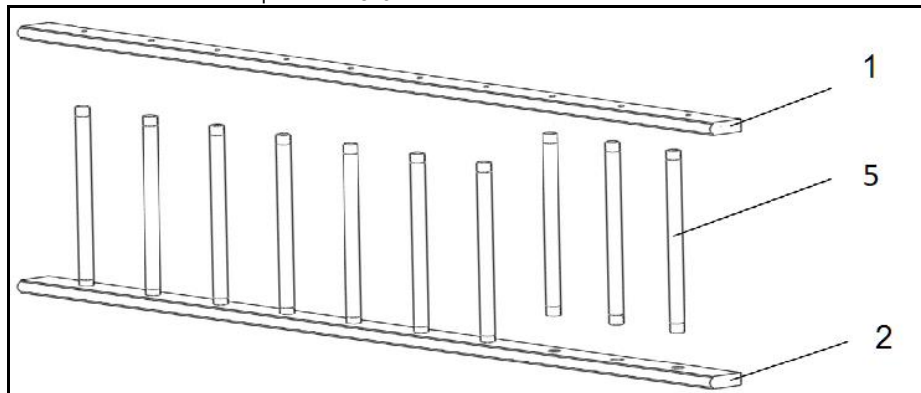

Рисунок 2
4.2. Разложить зеркально стойки (№1, №2). Вставить ступени-поперечины (№5) в соответствующие отверстия стоек (№1, №2) (рисунок 2). С помощью саморезов (№19) и шайб (№20) закрепить поперечины (№5) к стойкам. Установить заглушки (№18) (рисунок 2).